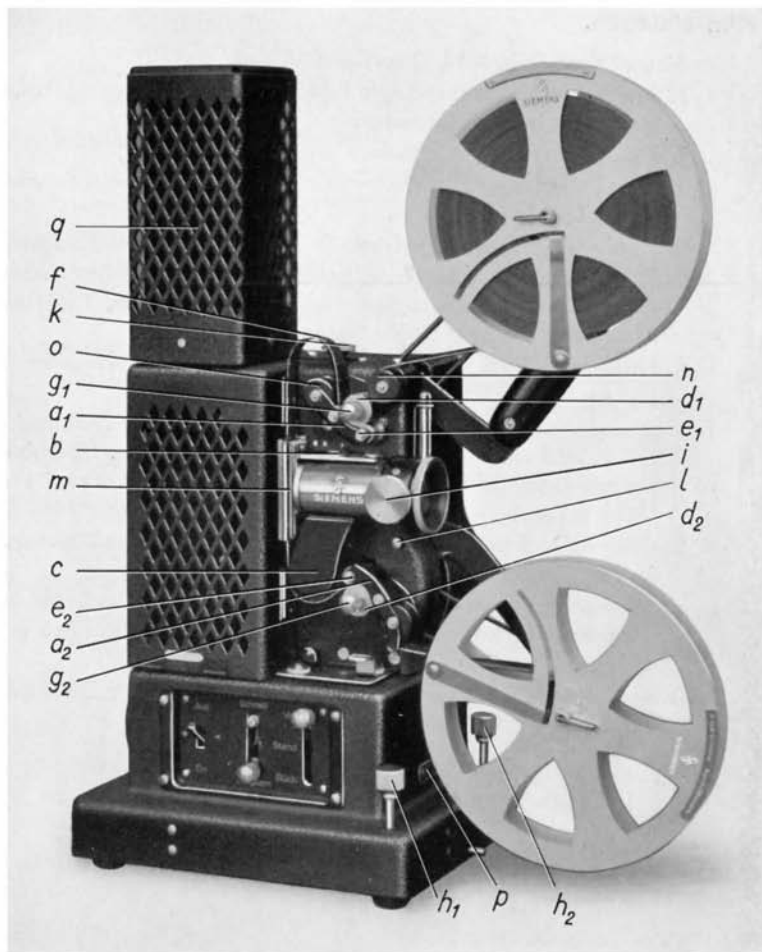
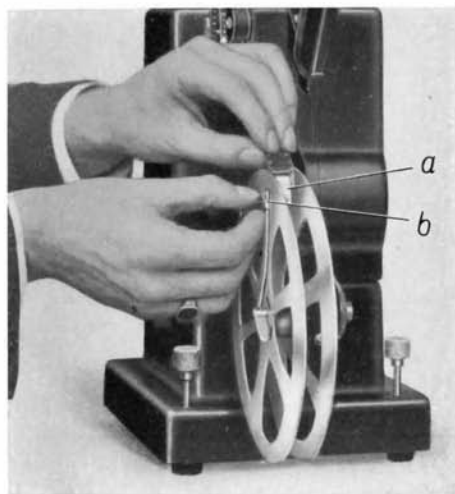

Bild 9. Projektor mit eingelegtem Film.
Bild 10. Einfädeln
Durch Verrücken des Projektors nach links oder rechts Bild seitlich, durch Drehen der Höheneinstellschrauben ( $h_1$ ,  $h_2$  in Bild 9) in der Höhe ausrichten.
Spule mit Film auf Achse des oberen Spulenträgers stecken, wobei Schwenkarm (b in Bild 10) auf der Seite liegen muß, auf der sich umlegbare Zunge befindet. Zunge in der Richtung umlegen, daß sie Schwenkarm **nicht behindert** (Bild 9). Leerspule in gleicher Weise auf Achse des unteren Spulenträgers aufsetzen.
1. Andruckrollenhalter ( $a_1$ ,  $a_2$  in Bild 9) von Zahntrummeln ( $d_1$ ,  $d_2$ ) abdrücken bis zum Einrasten.
9. Schwenkarm (b in Bild 10) der unteren Filmspule nach außen schwenken und Ende des Filmbandes in federnde Klemme (a) einklemmen.
Fein: Drehen des Stellknopfes (i in Bild 9).
Die zwischen zwei aufeinanderfolgenden Filmbildern liegende Trennungslinie, der Bildstrich, durch Drehen an der Bildstricheinstellschraube (k in Bild 9) aus der Bildfläche herausbringen. Bildstrich und Bildschärfe während der Vorführung beobachten und gegebenenfalls nachstellen.
2. Bildstrich einstellen, durch Drehen am unteren Zahntrommeltriebknopf ( $g_2$  in Bild 9).